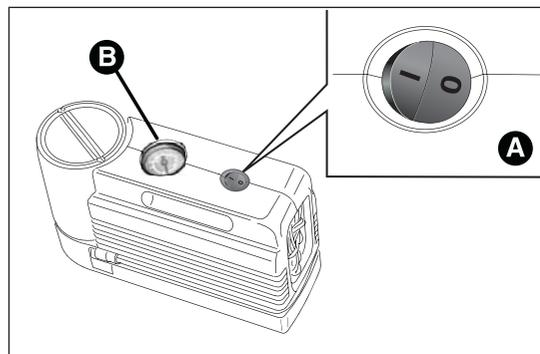
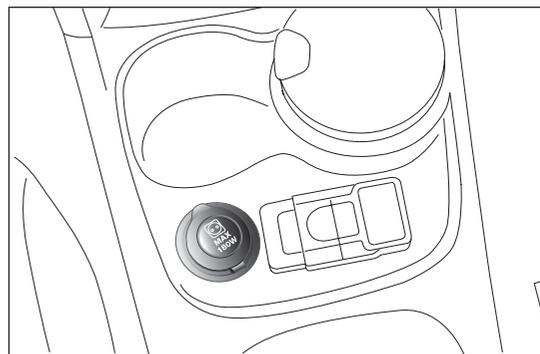

fig. 118
fig. 119
- s'assurer que l'interrupteur A fig. 118 du compresseur est en position 0 (éteint), démarrer le moteur, introduire la fiche dans la prise de courant située sur le tunnel central fig. 119 et actionner le compresseur en plaçant l'interrupteur A en position I (allumé).
Gonfler le pneu à la pression indiquée dans le paragraphe « Pression de gonflage » du chapitre « Données Techniques ». Pour obtenir une lecture plus précise, il est conseillé de vérifier la valeur de la pression sur le manomètre B fig. 118 quand le compresseur est éteint ;